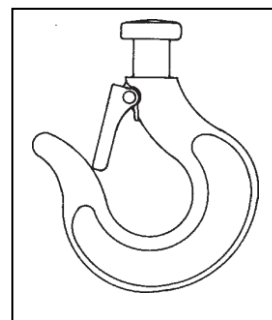

Fig. 8
- Ikke fjern sikkerhetslåsen fra opphengs- eller lastekrokene (fig. 8).